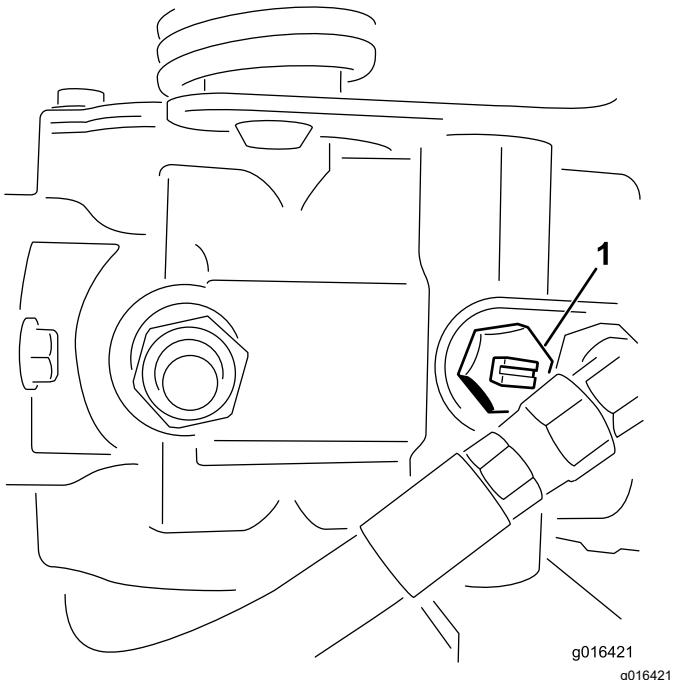

Figura 24
- Individuate la valvola di bypass sulla pompa ed eseguite 2 giri completi in senso antiorario (Figura 24).
- Prima di avviare il motore, chiudete la valvola di bypass ruotandola di 2 giri completi in senso orario (Figura 24).